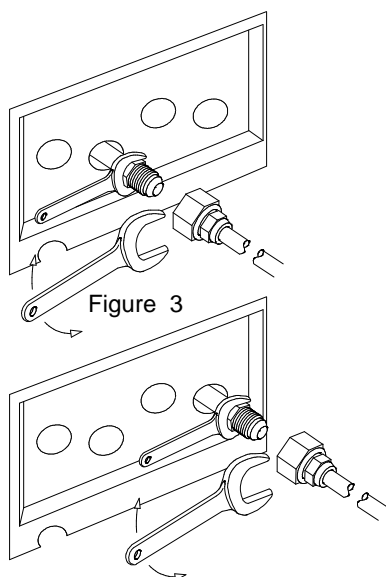

Figure 4
- Raccorder la ligne préparée au robinet d'arrêt à l'aide de deux clés comme indiqué (figure 3 pour ce qui concerne le premier circuit, figure 4 pour le deuxième).
- Si l'unité terminale est équipée d'une soupape thermostatique en plus du siphon, prévoir un puisard (voir Figure 4) le plus près possible de l'unité. Ceci pour éviter que le bulbe de la soupape thermostatique, la machine étant à l'arrêt, reste en contact avec du liquide (voir figure 4).